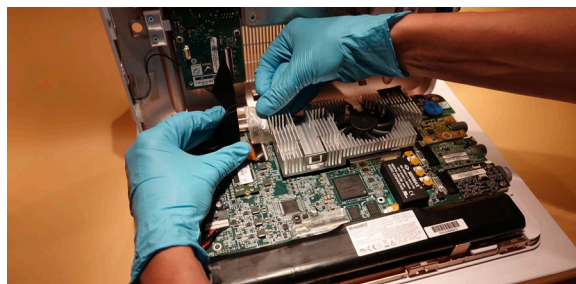

Рис. 10. Осторожно откройте заднюю крышку корпуса и при необходимости удалите клейкую ленту
- i) Снимите клейкую ленту (рис. 10)